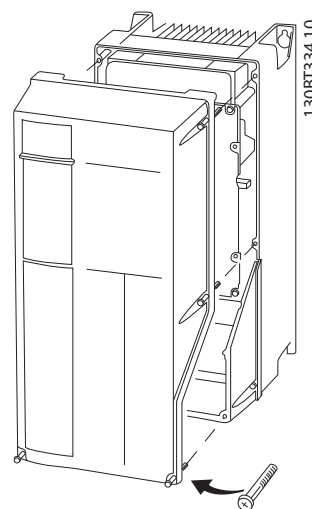

Рисунок 4.20 Доступ к подключению элементов управления в корпусах A4, A5, B1, B2, C1 и C2
- Или снимите переднюю крышку, ослабив крепежные винты. См. Рисунок 4.20.
Все клеммы MCO 361 расположены рядом с платой управления. Для получения доступа к ним снимите переднюю крышку (см. Рисунок 4.20).